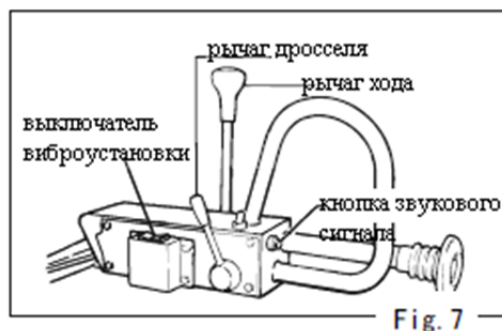

Fig. 7
- Проверьте функционирование рычагов и тросов управления (хода, виброустановки, дросселя) (рис. 7).
- Нажмите на кнопку звукового сигнала, чтобы проверить его работу (рис. 7).
- Увеличьте число оборотов двигателя, переместив рычаг дросселя в открытое положение (рис. 7).
- Поставьте рычаг хода в нейтральное положение и выключите виброустановку. Верните рычаг дросселя в положение пуска и дождитесь остывания двигателя в течение 3 – 5 минут (рис. 7, 8 и 18).